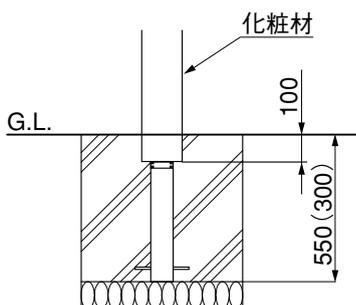
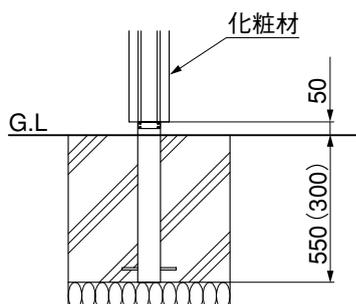

図14-2 スタダードスタイル・アーキモダスタイルの場合
図14-3 ナチュラルスタイルの場合
- 化粧材の納まりは各スタイルで異なります。(図14-1,図14-2,図14-3参照)
② 控え木などで柱が自立できるようにして、「1.基本寸法と各部の名称 2.基本寸法図」で柱ピッチを確認してください。
③ 隣の柱との高低差、柱の倒れがないよう調整してください。